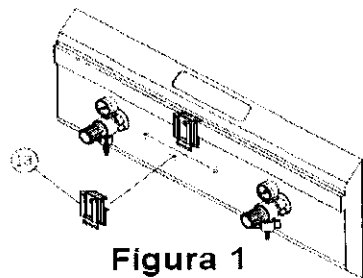

Figura 1
Montaje sobre un soporte de accesorios deslizante (13) (NO INCLUIDO) el cual ejerce ese movimiento sobre el riel que tiene incorporado el panel médico de cabecera (Figura 1).